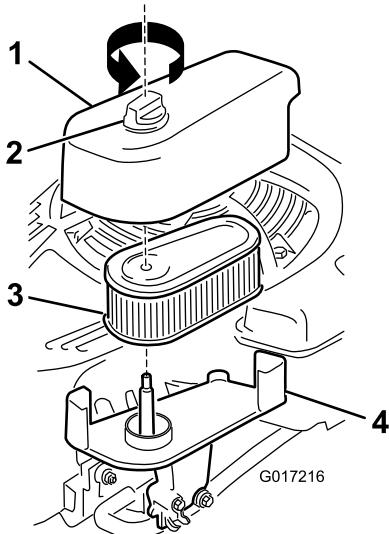

Figura 30
- Afloje el cierre y retire la tapa del filtro de aire (Figura 30).